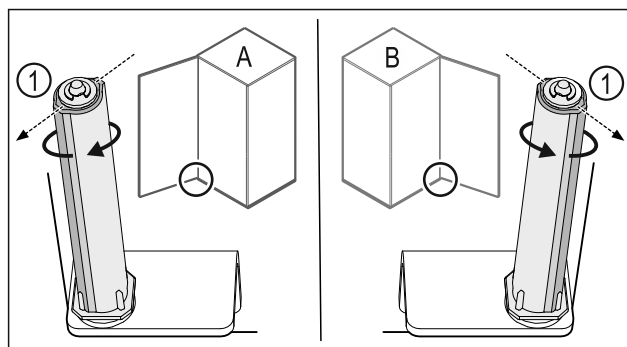

Fig. 37 Battuta a sinistra (A) / battuta a destra (B)
- Ruotare il sistema di chiusura contro la resistenza fino a quando la sporgenza del sistema di chiusura Fig. 37 (1) non è rivolta verso l'esterno.